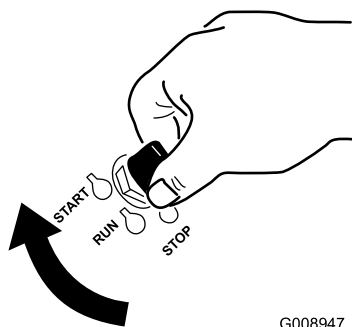

Figure 14
1. Tournez la clé de contact à la position Démarrage (Figure 14). Relâchez la clé quand le moteur démarre.
6. Tournez la clé de contact à la position Démarrage (Figure 14). Relâchez la clé quand le moteur démarre.